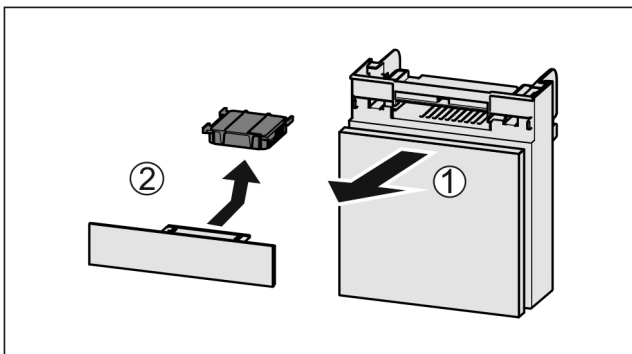

Fig. 41
- ▶ Fach nach vorne herausziehen Fig. 41 (1).
- ▶ Aktivkohlefilter entnehmen Fig. 41 (2).